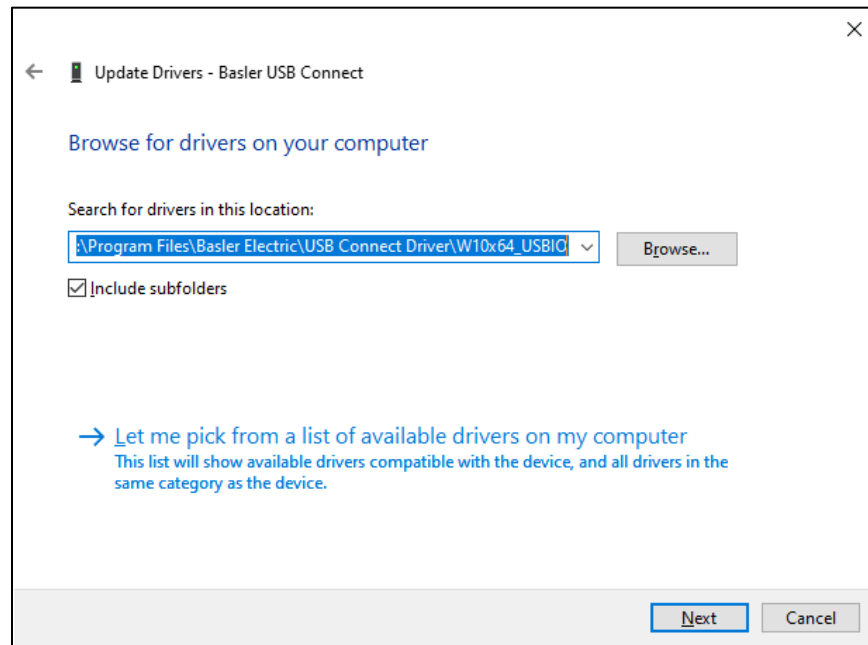

Figure 8-5. Mise à jour du pilote logiciel - DGC-2020HD
Étape 5. Cliquez sur Parcourir et accédez à C:\Program Files\Basler Electric\USB Connect Driver\W10x64_USBIO\. Cliquez sur Suivant. Voir Figure 8-5.